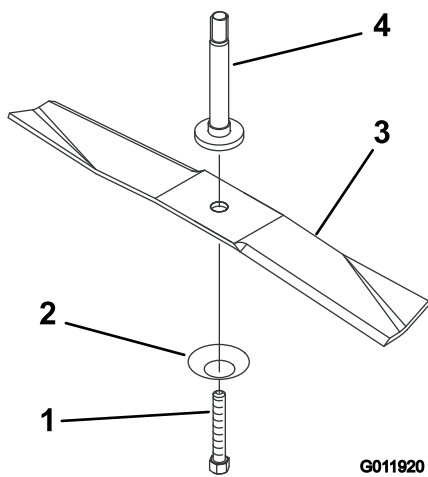

Figure 25
3. Enlevez le boulon, la rondelle bombée et la lame (Figure 25).